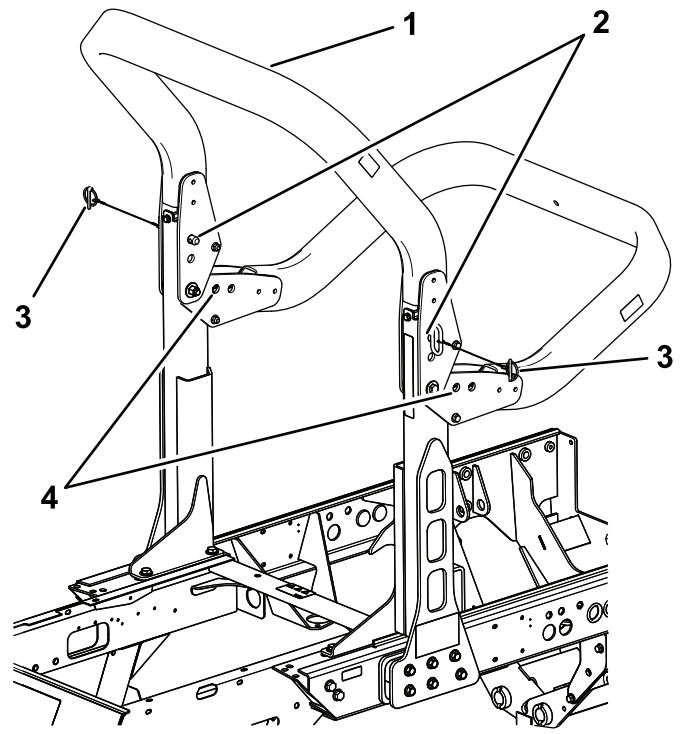

Figure 60
2. Soutenez le poids du cadre supérieur de l'arceau de sécurité pendant que vous enlevez les goupilles de verrouillage et les axes de chape des supports de pivot (Figure 60).